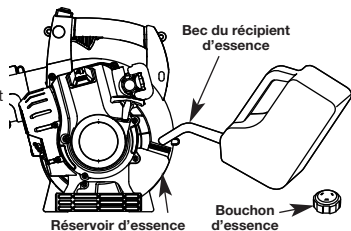

Fig. 10
- Placez le bec du récipient d'essence dans l'orifice du réservoir et remplissez celui-ci (Fig. 10).